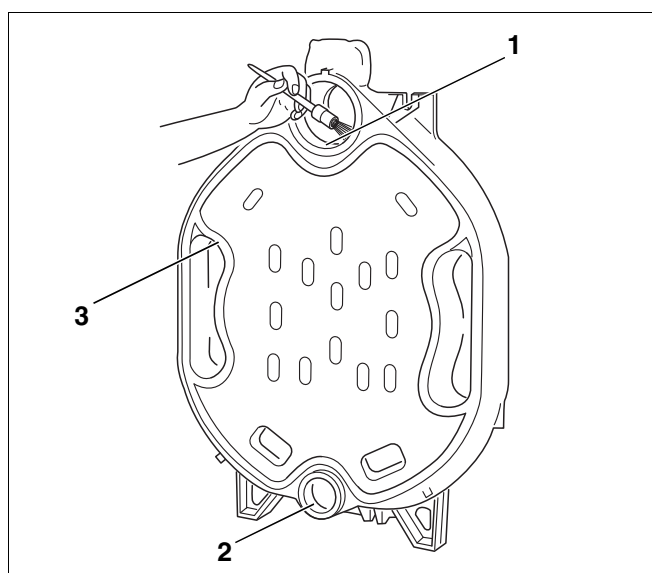

Рис. 8 Подготовка уплотнительных пазов и ступиц
- Уплотнительные пазы прочистить проволочной щеткой и ветошью (рис. 8, поз. 3).
- Очистить уплотнительные поверхности ступиц (рис. 8, поз. 1 и 2) ветошью, пропитанной бензином.